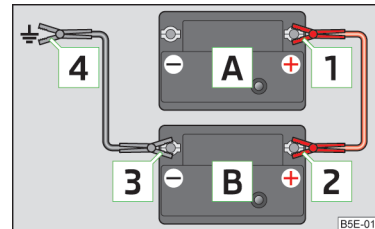

Abb. 201
- Die Klemme **1** am Pluspol der entladenen Batterie **A** » Abb. 201 befestigen.